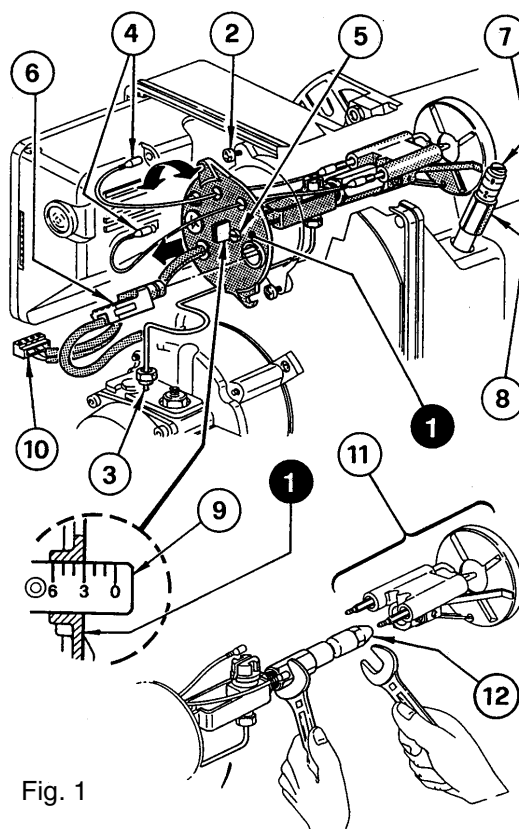

Fig. 1
Løsne brennerinnsatsen (1) ved og løsne skruen (2) og oljerøret (3), fjern tennkablene (4) og fotomotstanden (6) og kontakten (10, fig. 1).
Skru nøyaktig inn dyse (12) og trekk den til som vist på fig. 1.
I forhold til innfyrt oljemengde innstilles flammehodet ved og dreie skruen (5) til høyre eller venstre i h.h. til markeringsstaven (9), hvor innstillingspunktet kan avleses på utsiden av lokket til brennerinnsatsen (1, se fig. 1).
Juster luftspjeldet med skruen (7), etter å ha løsnet mutteren (8, se fig. 1).